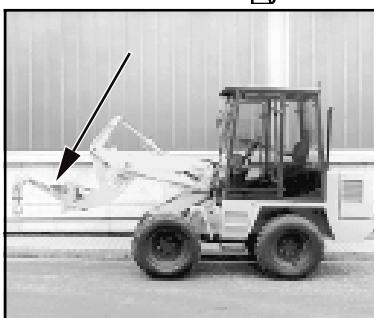

Bild 6-6
- Bild 6-6 zeigt das Gerät mit Lasthaken.
- Figure 6-6 shows the loader with a crane hook.